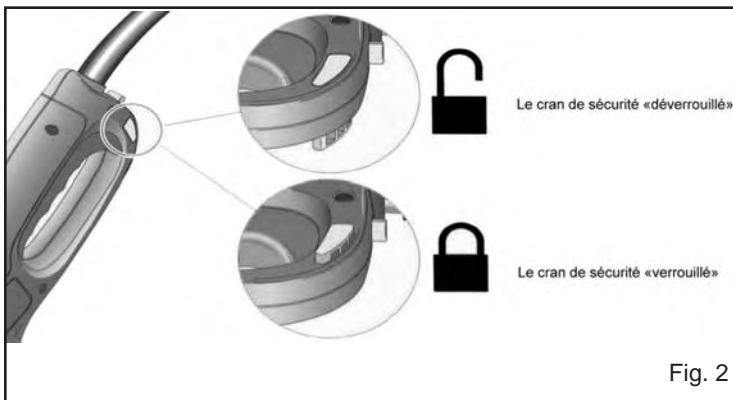

Fig. 2
3. Relâchez le dispositif de sécurité du pistolet s'il est verrouillé. (Fig. 2)